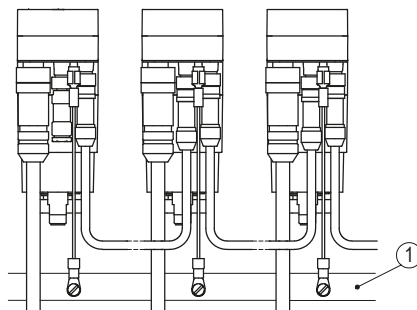

Abb. 8: PE-Schiene
Zum Schutz vor Störungen müssen die Schirme der Signalleitungen und Netzleitung beidseitig angeschlossen werden. Potentialunterschiede führen zu unzulässigen Strömen auf dem Schirm. Den PE Anschluss ④ zwischen den Anschlusssteckern auf das Schutzleiterpotential legen (siehe Abb. 7). Verwenden Sie dazu 6.3 mm Flachstecker mit kurzer Litze 2.5 ... 4 mm² (nicht im Lieferumfang). Bei mehreren Stellantrieben wird empfohlen die Erdung auf eine PE-Schiene ① anzuschließen (siehe Abb. 8).